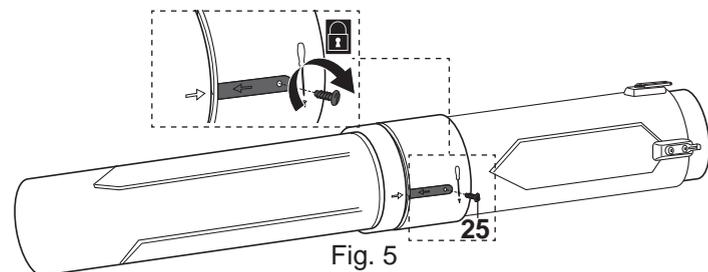

Fig. 5
- > Insérez et serrez la vis [25] pour fixer le raccordement (Fig. 5).